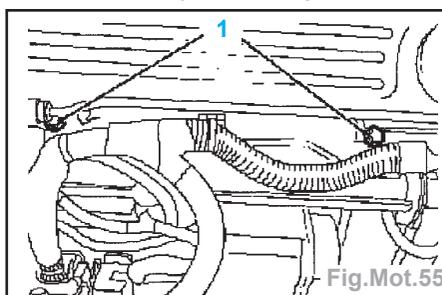

Fig.Mot.55
- Déposer la rampe de distribution (2 vis (1)) avec les injecteurs (Fig.Mot.55).